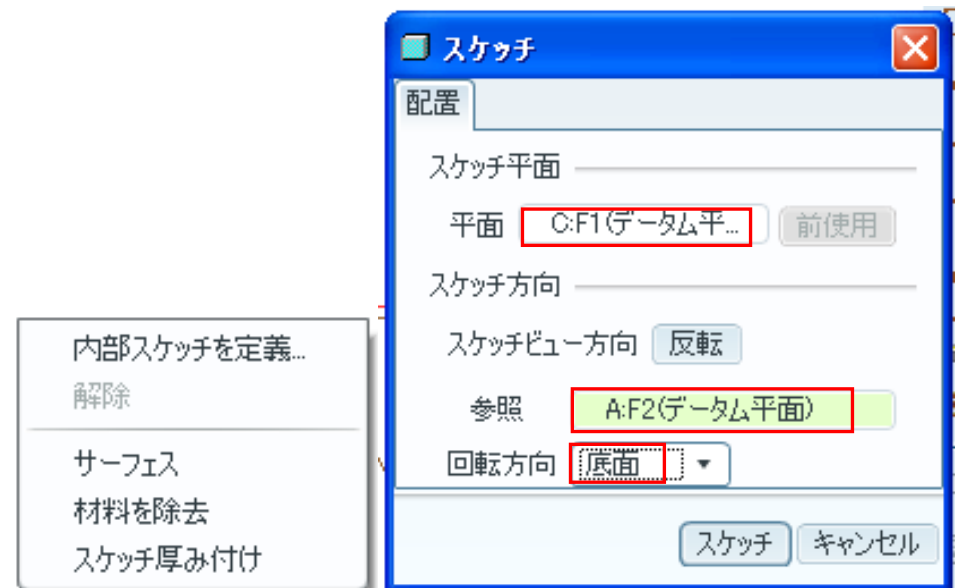

図 16.11 スケッチダイアログ
- 2) 次に図 16.11 に示すようにスケッチ平面に「データム平面 C」を選び、参照